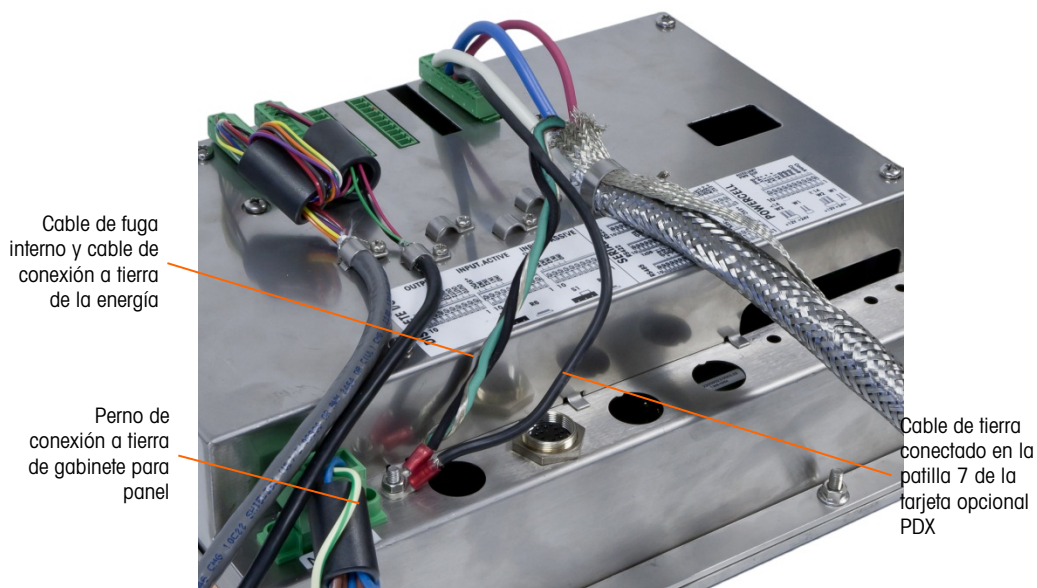

Figura A-53: Conexión a tierra de energía terminada del cable de conexión PDX, gabinete para montaje en panel
2. Para un gabinete para **montaje en panel** del IND780, haga las terminaciones descritas en el paso 5 en el perno de conexión a tierra externo que se indica en la Figura A-53.